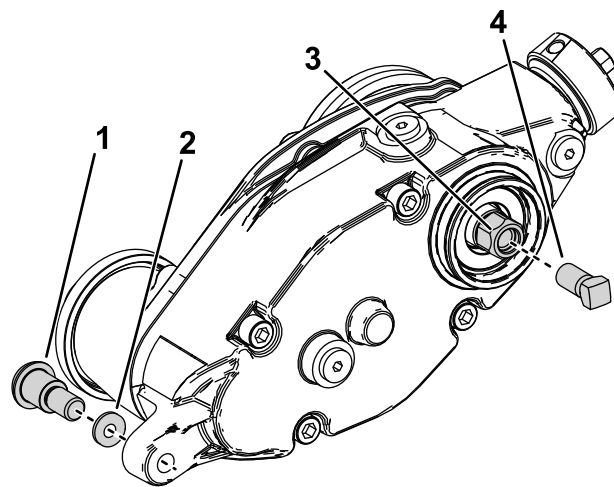

Figura 25
3. Rimuovete il bullone di spallamento e la rondella rinforzata collegando la scatola di trasmissione del grommer ai bracci di regolazione (Figura 25).
5. Installate la vite di rinforzo (n. cat. 1-803022 – venduta separatamente) ai filetti interni della testa esagonale della trasmissione del grommer e serratela a un valore di 13,5 Nm come mostrato nella figura Figura 25.
6. Rimuovete la scatola di trasmissione del groomer dal cilindro di taglio ruotando la testa esagonale della trasmissione del groomer (Figura 25).